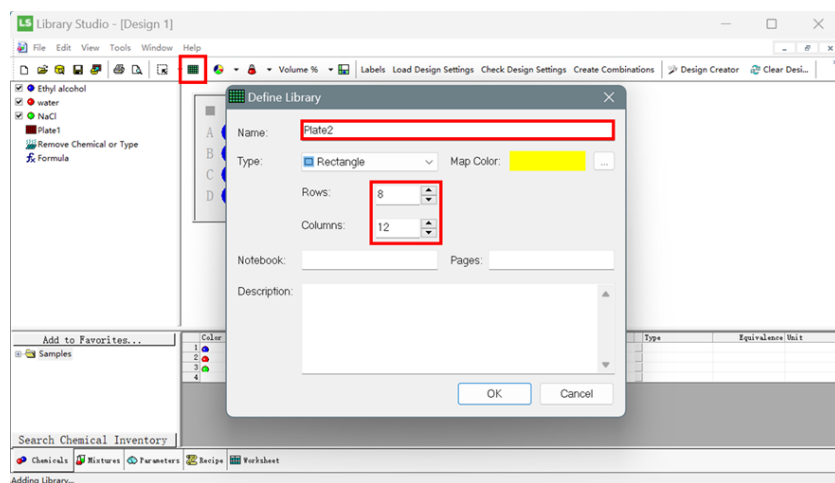

图 6-2-6
- 1) **新建 Library:** 在软件 Toolbar 中点击 ，根据需求在“Define Library”窗口中创建实验所需板位（图 6-2-6）。根据实验计划，命名板位（建议体现用途和规格，方便后续在 Design Creator 中识别调用），修改行数（Rows）和列数（Columns），可对其进行备注。